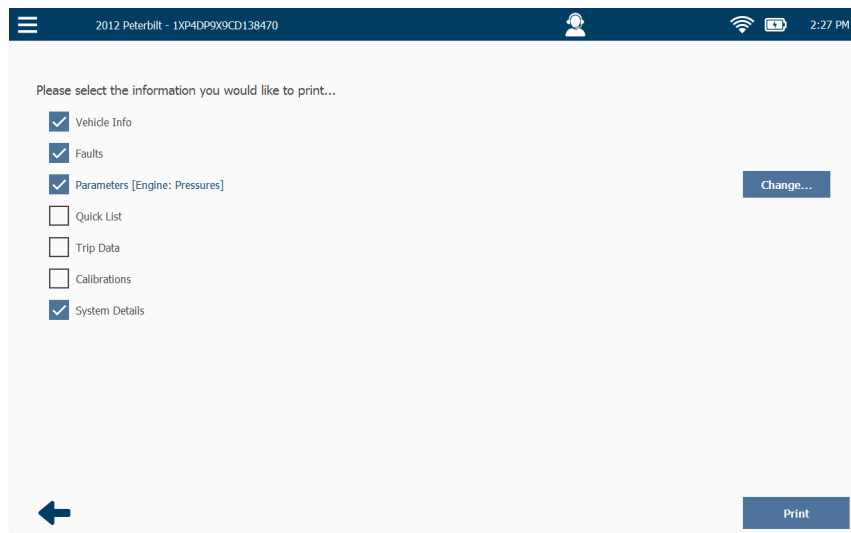

Figure 4.46 Écran de sélection des informations mis à jour
- 17** L'écran de **sélection des informations** s'affiche de nouveau (Figure 4.46).